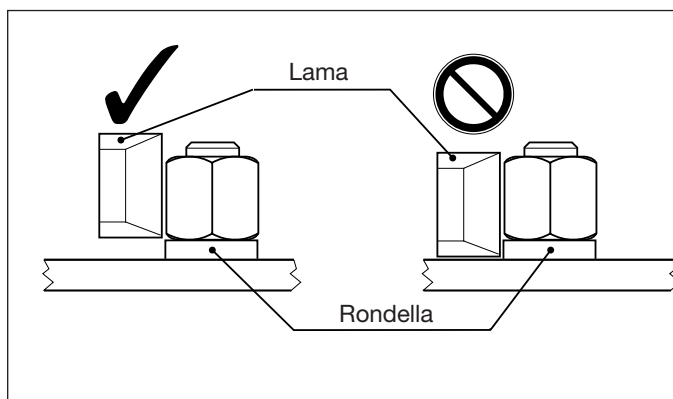

Figura 8: Posizione della lama
7. Assicurarsi che la parte inferiore della testa di taglio sia appoggiata contro la flangia, in quanto la lama deve tagliare il più vicino possibile alla base del dado. Tuttavia, se è presente una rondella sotto il dado, posizionare il tagliadadi in modo che la lama di taglio non tocchi la rondella. Vedere la Figura 8.